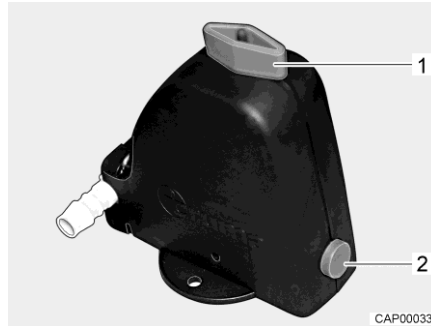

Bild 269 Säkerhets-/avtappningsventil (Truma)
- Öppna säkerhets-/avtappningsventilen (Truma). Vrid då vredet (Bild 269,1) mot säkerhets-/avtappningsventilen. Tryckknappen (Bild 269,2) skjuts ut.